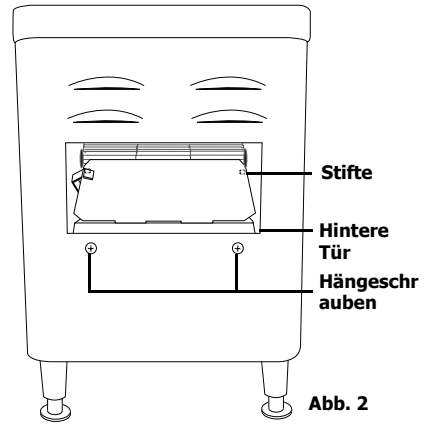

**Abb. 1**
2. Die Beine an die Toaster-Außenseite anlehnen **[Abb. 1]**.